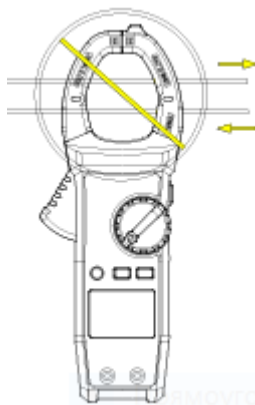

Рис.2
4. Одновременно можно измерять только один проводник, в противном случае метод измерения и показания будут неверными. Рис.2.